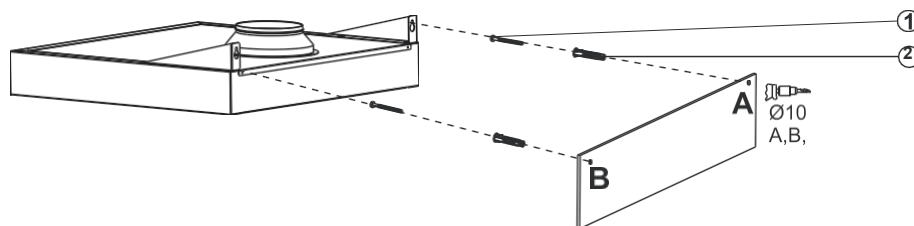

Fig. 8
Der skal bruges (2) raw plugs til hullerne i punkt A og B, og skruerne skal indsættes. (1). Afstanden mellem skruehovedet og væggen skal være 5 mm (fig. 8).